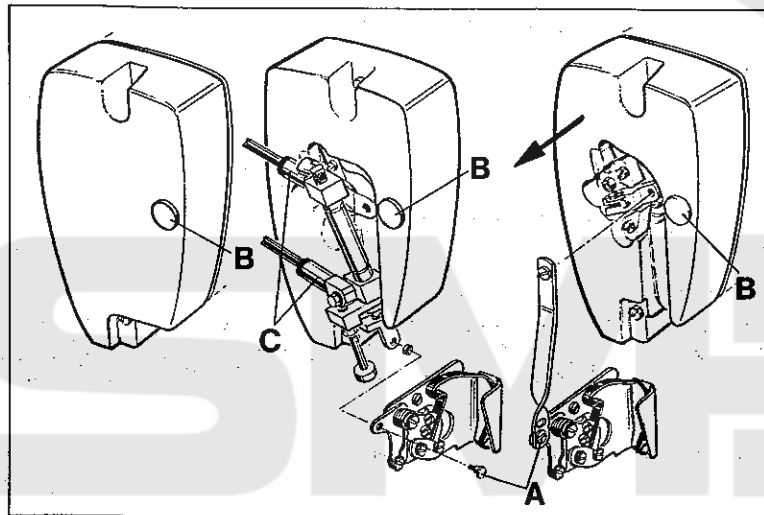
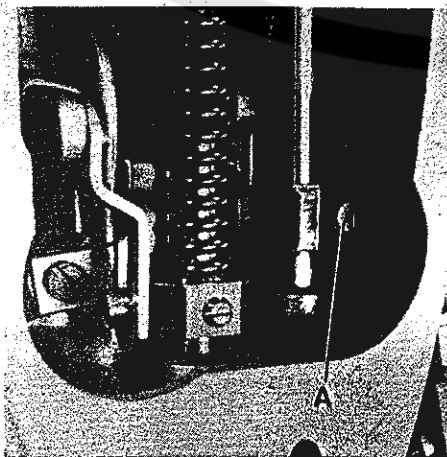
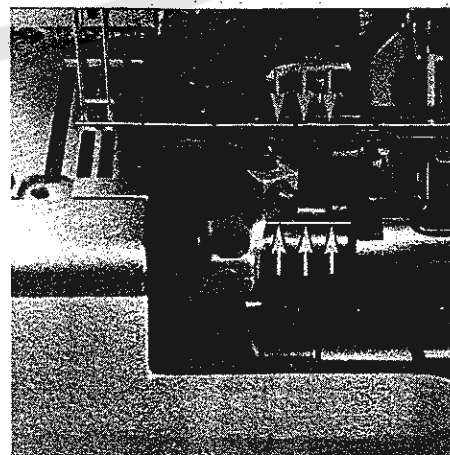
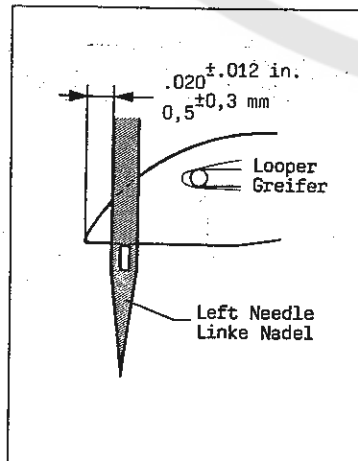

Fig.18
Fig. 19
Fig.20
Fig. 22
1. Remove the head cover*, presser foot and feed dogs. For removing the head cover on styles with thread wiper also shoulder screw (A, Fig. 18) on bell crank lever of thread wiper has to be screwed out. On styles equipped with pneumatic thread wiper additionally the PA-tubes have to be disconnected on the straight connectors (C) of the air cylinder. On styles with solenoid operated thread wiper the head cover has to be removed horizontally (in direction of the arrow) to avoid damaging of plug and receptacle.
3. Loosen screw (A, Fig. 19) and turn needle bar as required, so the needles center in the needle holes of throat plate and are parallel to the looper shaft (see Fig. 20). This can be checked by holding a ruler against the needles.
4. Retighten screw (A, Fig. 19).
* The needle bar can also be aligned and set to height without removing the head cover. For this, remove plug (B, Fig. 18) in the head cover to have access to screw (A, Fig. 19) in the needle bar connection. Remount the plug.
1. Entfernen Sie den Kopfdeckel*, Druckerfuß und Transporteure. Zum Entfernen des Kopfdeckels muß bei Maschinen mit Fadenziehern auch die Ansatzschraube (A, Fig. 18) am Winkelhebel des Fadenziehers herausgedreht werden. Bei Maschinen, die mit pneumatischem Fadenziehler ausgerüstet sind, müssen zusätzlich die PA-Schläuche an den geraden Verschraubungen (C), am Luftzylinder gelöst werden. Bei Maschinen mit magnetisch betätigtem Fadenziehler muß der Kopfdeckel horizontal (in Pfeilrichtung) abgezogen werden, damit Stecker und Steckbuchse nicht beschädigt werden.
3. Lösen Sie die Schraube (A, Fig. 19) und drehen Sie die Nadelstange so, daß die Nadeln mittig in die Stichlöcher der Stichplatte einstechen und parallel zur Greiferwelle stehen (siehe Fig. 20). Dies kann durch Anlegen eines Lineals an die Nadeln geprüft werden.
4. Ziehen Sie die Schraube (A, Fig. 19) wieder an.
* Die Nadelstange kann auch ohne Abbau des Kopfdeckels ausgerichtet und auf die Höhe eingestellt werden. Entfernen Sie dazu den Verschlussstopfen (B, Fig. 18) im Kopfdeckel, damit die Schraube (A, Fig. 19) im Nadelstangen-Mitnehmer zugänglich wird. Montieren Sie den Verschlussstopfen wieder.
The height of needle bar is correct, when the looper point at its travel from right to left is 0.5 mm (.020 in.) left of the left needle (see Fig. 22) and the top of the needle eye is flush with the underside of the looper. For adjustment loosen screw (A, Fig. 19)* and move needle bar up or down as required. Retighten screw (A).
Die Nadelstangenhöhe ist richtig eingestellt, wenn die Greiferspitze bei ihrem Weg von rechts nach links 0,5 mm links der linken Nadel steht (siehe Fig. 22) und Oberkante Nadelöhr und Unterkante Greifer in gleicher Höhe stehen. Lösen Sie für diese Einstellung die Schraube (A, Fig. 19)* und schieben Sie die Nadelstange nach Bedarf nach oben oder unten. Ziehen Sie die Schraube (A) wieder an. Beachten Sie, daß bei dieser Einstellung die Nadelstange nicht verdreht wird.
* Die Nadelstange kann auch ohne Abbau des Kopfdeckels ausgerichtet und auf die Höhe eingestellt werden. Entfernen Sie dazu den Verschlusstopfen (B, Fig. 18) im Kopfdeckel, damit die Schraube (A, Fig. 19) im Nadelstangen-Mitnehmer zugänglich wird. Montieren Sie den Verschlusstopfen wieder.